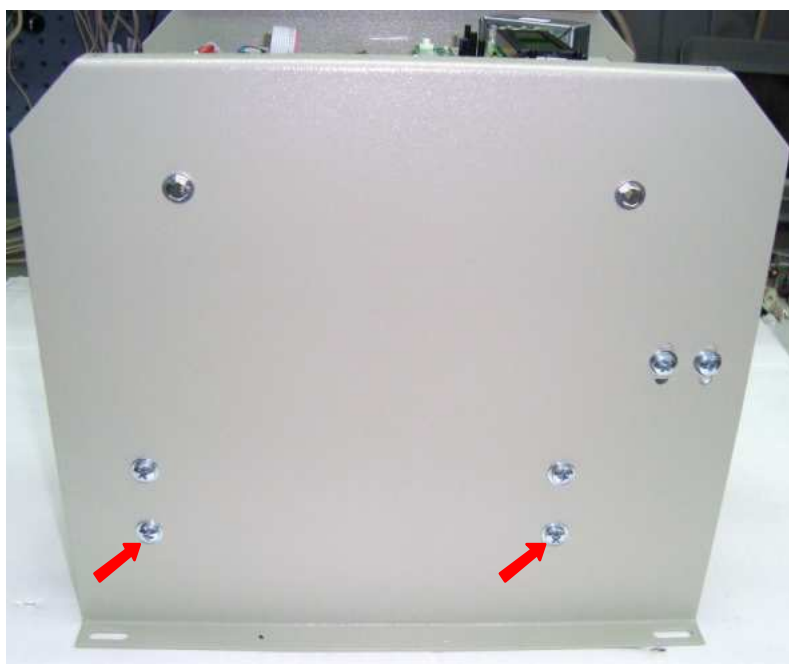

Рис. 6.10
6.7.1. Выкрутить четыре винта крепления панели вентилятора (рис. 6.10, красные стрелки) с обеих сторон корпуса УПП и положить их в тару.